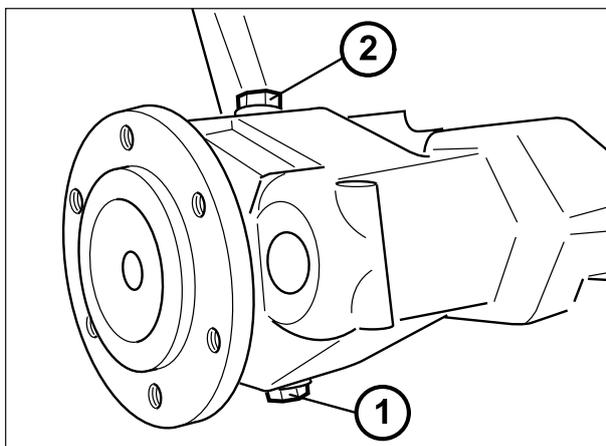

Fig. 117a (9000 S - Articulado)
Colocar un recipiente de recogida bajo los reductores, luego quitar la tapa de cierre (1) Fig. 117 - Fig 117a.
Agregar aceite por el tapón (2) Fig. 117 - Fig. 117a.